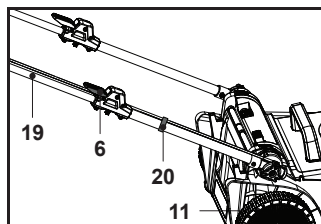

Rys. 3
5. Sprawdzić, czy oba dolne drążki uchwyty (7) są zamontowane na tej samej wysokości po obu stronach.
6. Upewnić się, że linka sterująca (19) biegnie po wierzchniej stronie uchwyty dolnego (7).
7. Otworzyć dwie dźwignie blokujące (6), a następnie chwycić za uchwyty (2) i stopniowo wysunąć górny uchwyty (5), aż do końca (rys. 3, kroki 1, 2).
8. Zamknąć obie dźwignie blokujące (6) i sprawdzić, czy górny uchwyty (5) jest zablokowany (rys. 3, krok 3).